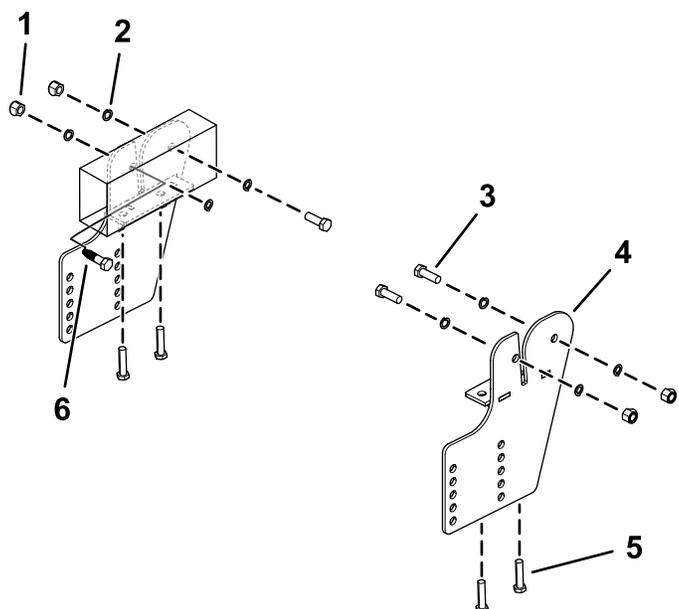

Bild 1
3. Befestigen Sie die Seitenplatten mit vier Schrauben (12 x 150 mm), vier Schrauben (1/2" x 1 1/2"), acht Unterlegscheiben und vier Vollgewindemuttern (1/2") am Fahrzeugrahmen, wie in Bild 1 dargestellt.